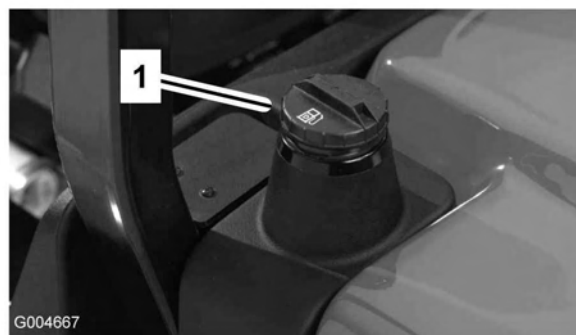

Figura 8
3. Retire a tampa do depósito de combustível (Figura 8).